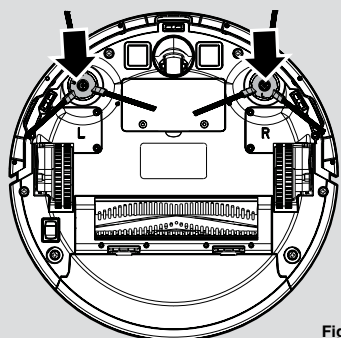

Fig. 3
6. Pressionar as duas escovas giratórias L e R nos suportes até que se encaixem no lugar. Prestar atenção à designação L e R no dispositivo, bem como às escovas. **[Fig. 3]**